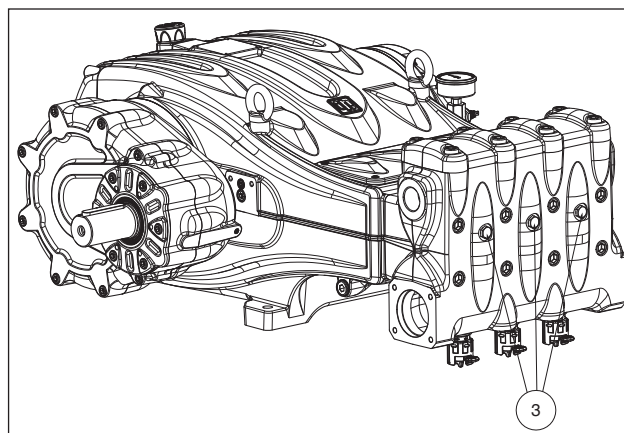

Fig. 11
Si des problèmes d'amorçage se produisent en raison d'une alimentation électrique insuffisante, il est possible d'intervenir en retirant les trois capuchons avant de la tête (à l'exclusion des versions MXXR40 - MXSR40) comme indiqué rep. ③ Fig. 11.